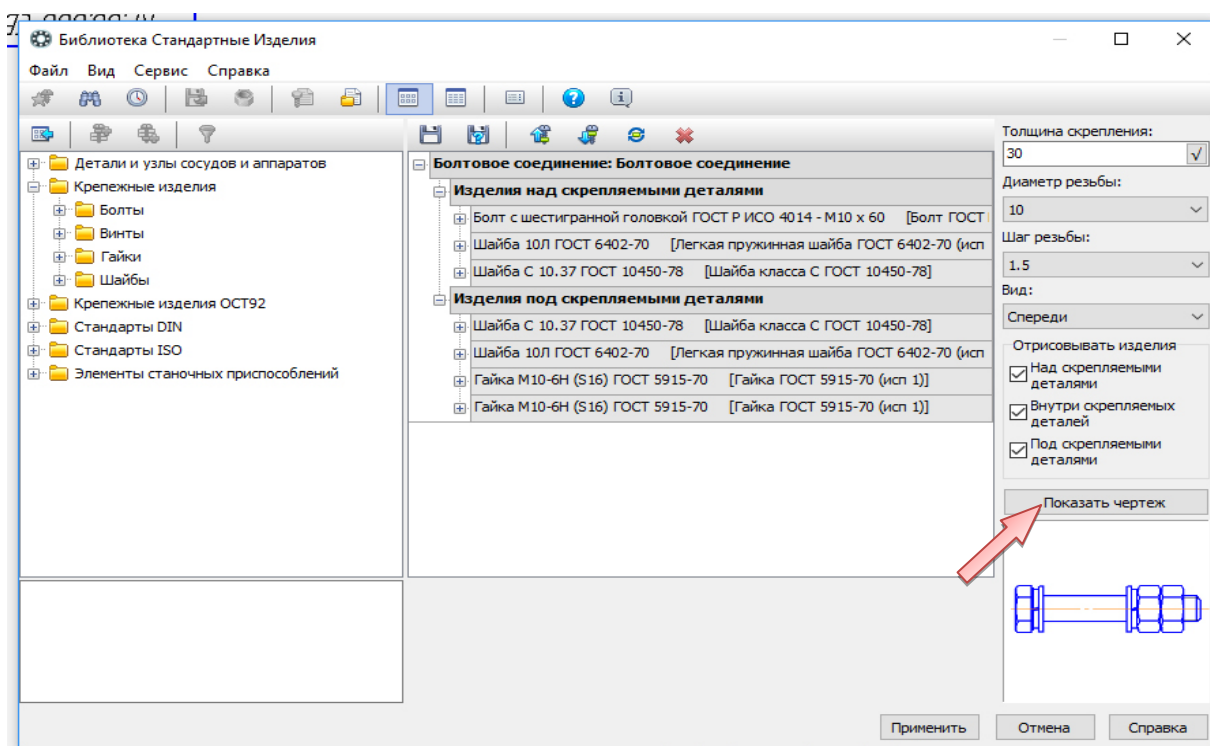

Рис. 4.34. Область свойств набора «Болтовое соединение»
- В Области свойств, в правой части окна, нажмите кнопку «Показать чертеж над окном предварительного просмотра» (рис. 4.34).